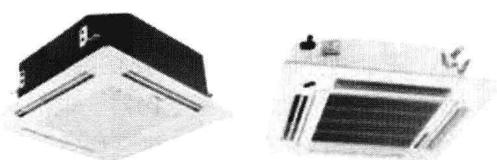

图 1-7 典型嵌入式空调器的室内机
(4) 嵌入式空调器 嵌入式空调器室内机和吊顶空调器室内机基本一样，但它是嵌入在天花板内。嵌入式空调器根据安装位置主要分为 1 方向嵌入式、2 方向嵌入式和 4 方向嵌入式三种。典型的嵌入式空调器的室内机实物外形如图 1-7 所示。